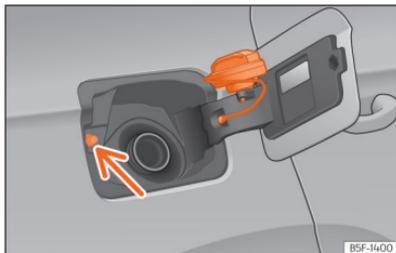

Abb. 202 Tankklappe mit aufgestecktem Tankverschluss.
• Platzieren Sie den Verschluss in der Aussparung, die sich im Scharnier der geöffneten Tankklappe befindet »» **(Abb. 202)**.
Nicht den Taster für Tankdeckelverriegelung >>> (Abb. 202) (Pfeil) berühren. Das System interpretiert ansonsten, dass der Tankvorgang beendet ist und ein weiteres Betanken ist nicht mehr möglich. Um weiter tanken zu können, drücken Sie erneut den Taster  in der Fahrertür.